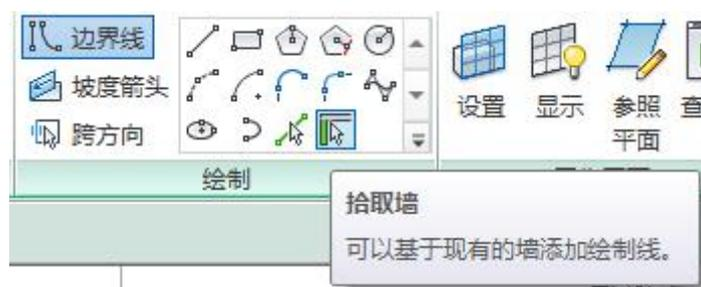

图 4-5 拾取墙工具
- 拾取墙: 默认情况下, “拾取墙”处于活动状态(图 4-5), 在绘图区域中选择要用作楼板边界的墙。